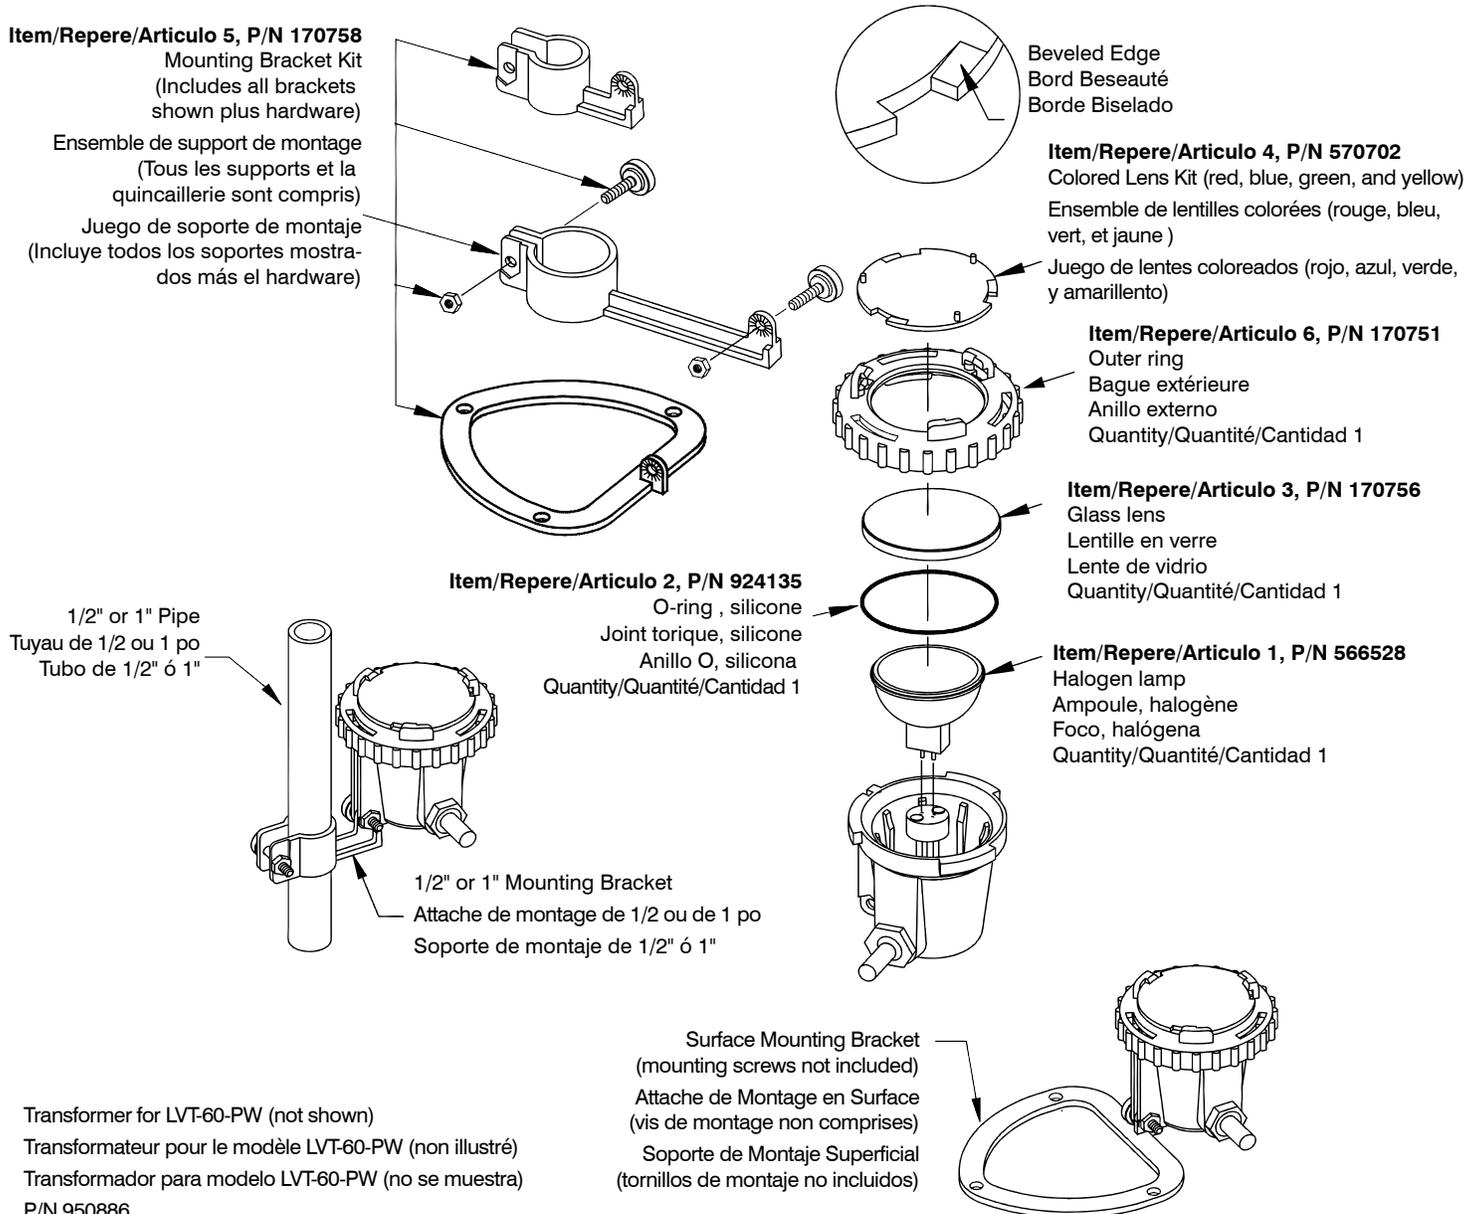

FIGURE 1 • FIGURE 1 • FIGURA 1
7. To install colored lens, press the desired lens into the front of the outer ring as shown in the illustration and rotate the lens clockwise until it is snug. **NOTE:** The colored lens can only be installed with the beveled edge facing away from the light (Figure 1). Do not remove the clear glass lens.
- c. Insert new lamp into socket as shown in Figure 1. DO NOT touch the lamp; only touch the reflector. Touching the lamp may shorten its life.
7. Pour installer des lentilles de couleur, insérer la lentille désirée dans l'anneau extérieur tel qu'illustré et tourner celle-ci dans le sens des aiguilles d'une montre en serrant légèrement. **NOTE** : Les lentilles de couleur doivent absolument être installées avec les bords biseautés à l'opposé de la source de lumière (Figure 1). Ne pas enlever les lentilles claires de verre.